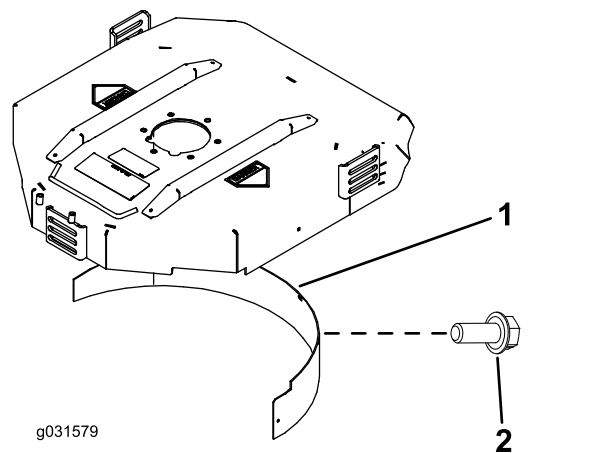

Figura 22
2. Instale o abafador de cobertura (mulch) na abertura traseira e fixe-o com cinco parafusos com cabeça flangeada (Figura 22).